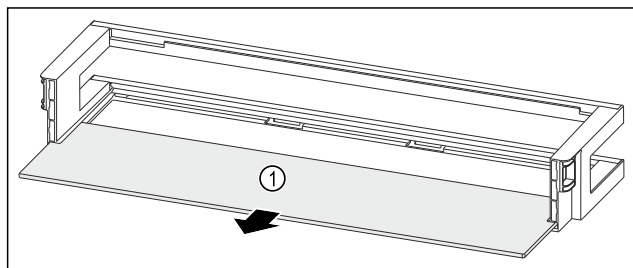

Fig. 185 Polica u vratima s policom za odlaganje
- Izvadite policu Fig. 185 (1).